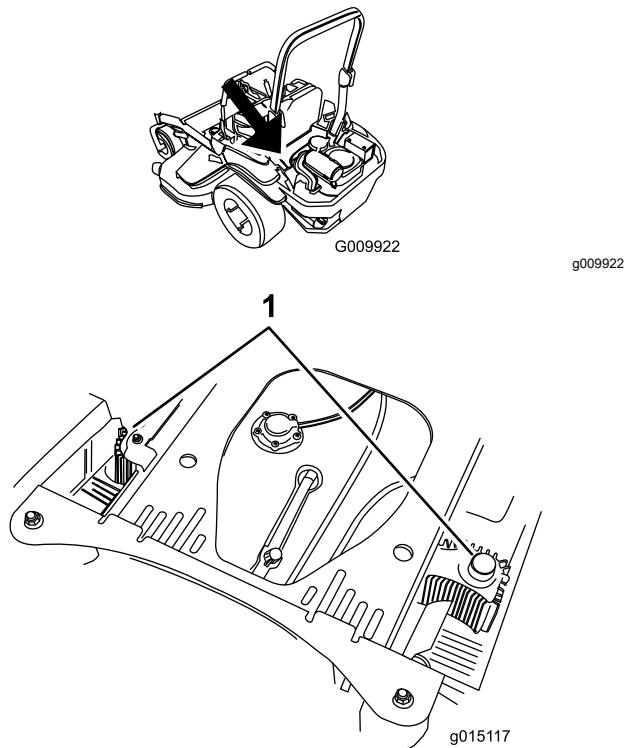

Figura 70
4. Limpie cualquier residuo o hierba de las cubiertas de las unidades hidráulicas (Figura 70).